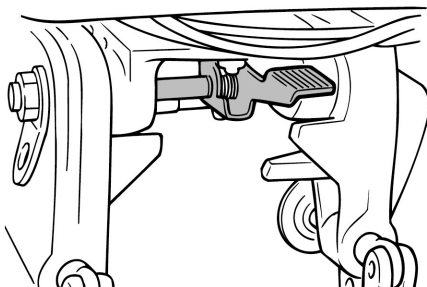

Рис. 34 Рычаг разблокировки механизма фиксации наклона
2. Нажмите на рычаг разблокировки механизма фиксации наклона (рычаг находится на передней части мотора под рычагом управления воздушной заслонкой карбюратора). Рычаг после нажатия должен остаться в нажатом положении (Рис. 34).